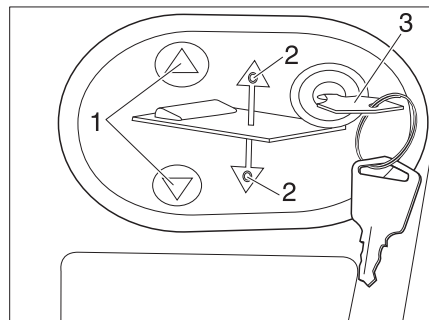

Bild 165 Bedienpanel für elektrisches Hubbett
- Schlüssel (Bild 165,3) in das Bedienpanel stecken.
- Auf Taste  oder  (Bild 165,1) drücken und gedrückt halten. Die jeweilige LED (Bild 165,2) leuchtet und das Hubbett senkt oder hebt sich.
- Wenn die gewünschte Position erreicht ist, Taste  oder  (Bild 165,1) wieder loslassen. Die jeweilige LED (Bild 165,2) erlischt.
- Schlüssel (Bild 165,3) abziehen.